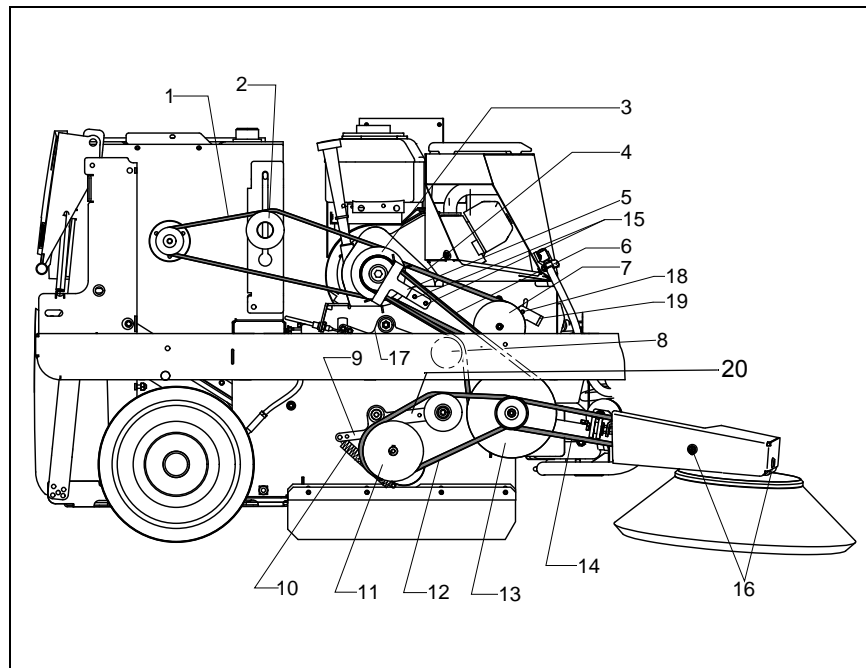

Fig.24
- Aperte a mola de tensão (Fig. 24/10) com a mão esquerda enquanto remove a correia da polia com a mão direita
- Remova a correia (Fig. 24/12)
- Desaperte os parafusos (Fig. 24/16) da cobertura
- Empurre a escova lateral na direção do equipamento para libertar a correia (Fig. 24/14)
- Remova a correia (Fig. 24/14)
- Desaperte os parafusos hexagonais (Fig. 24/15) e remova junto com a guia (Fig. 24/5)
- Use o manípulo de tensão (Fig. 24/17) para libertar a correia (Fig. 24/6) e remova-a da polia (Fig. 24/3)
- Desaperte o rolamento (Fig. 24/2) para libertar a correia (Fig. 24/1) e remova-a
Primeiro ajuste a tensão da correia da bomba hidráulica (Fig. 24/4) e depois a tensão da correia no rolamento (Fig. 24/2).
- Use o manipulador de tensão (Fig. 24/17) para libertar a correia (Fig. 24/6) e remova-a da polia (Fig. 24/3)
- Desaperte o parafuso (Fig. 24/18)
- Liberte a correia (Fig. 24/4) com o manipulador de tensão (Fig. 24/19) e remova-a